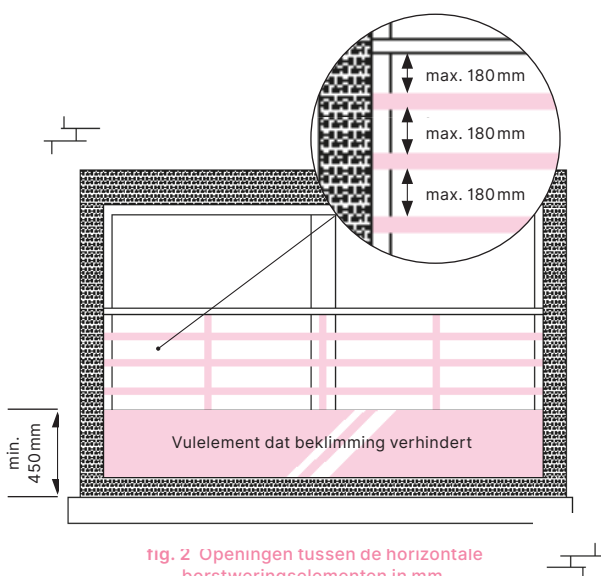

fig. 2 Openingen tussen de horizontale borstweringselementen in mm.
- De onderste helft van de borstwering is niet makkelijk te beklimmen; **fig. 2, 3 en 4**
- Eventuele horizontale openingen in de borstwering zijn kleiner dan 18 cm, zodat niemand er doorheen kan kruipen; **fig. 2**